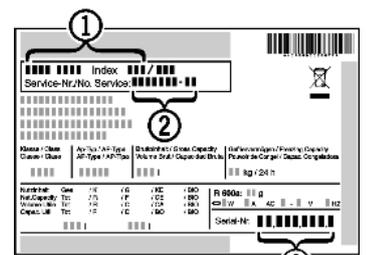

Fig. 9
- ▶ Leggere la denominazione dell'apparecchio Fig. 9 (1), il n° assistenza Fig. 9 (2) e il n° di serie Fig. 9 (3) sulla targhetta identificativa. La targhetta identificativa è situata all'interno dell'apparecchio, sul lato sinistro.
- ▶ Informare il servizio di assistenza e comunicare il difetto, la denominazione dell'apparecchio *Fig. 9 (1)*, il n° assistenza *Fig. 9 (2)* e il n° di serie *Fig. 9 (3)*.